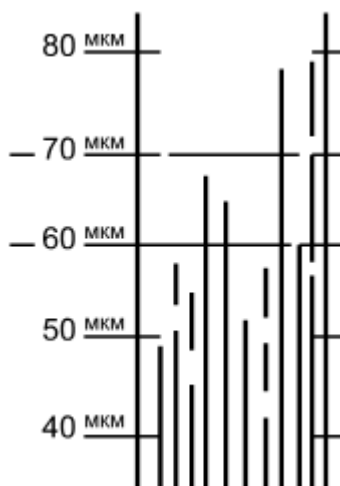

Рисунок 2.2 – Графическое изображение оценки результатов (штрихи); результат – 60 мкм
5. Границу начала штрихов, расположенных в направлении от большего деления шкалы к нулю, определяют по месту появления третьего непрерывного штриха, достигающего по глубине до металла (рис. 2.2), если нет других указаний в нормативных или технических документах на испытуемый материал. Отдельный непрерывный штрих, находящийся на расстоянии более 15 мм от других штрихов, во внимание не принимают.